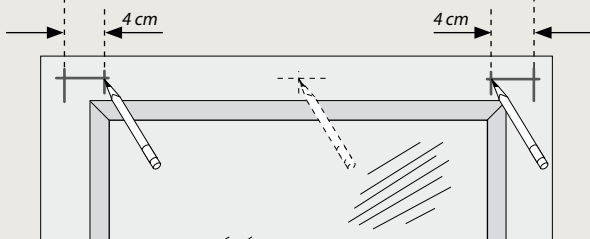

Abb. 6b
**Bei Montage mit Clip** die Markierungen links und rechts um 4 cm einrücken (Abb. 6b). Gegebenenfalls weitere mitgelieferte Winkel (abhängig von der Anlagenbreite) gleichmäßig verteilen.